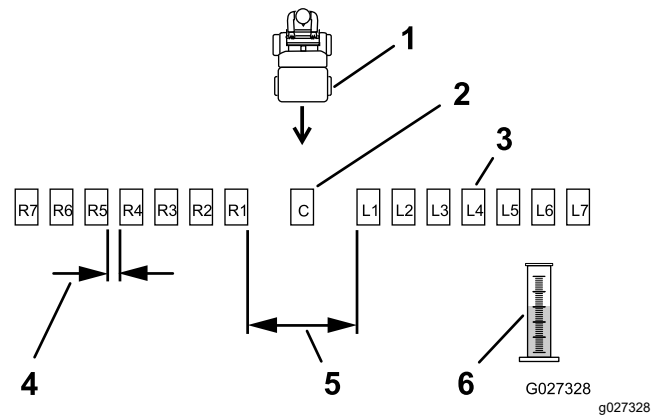
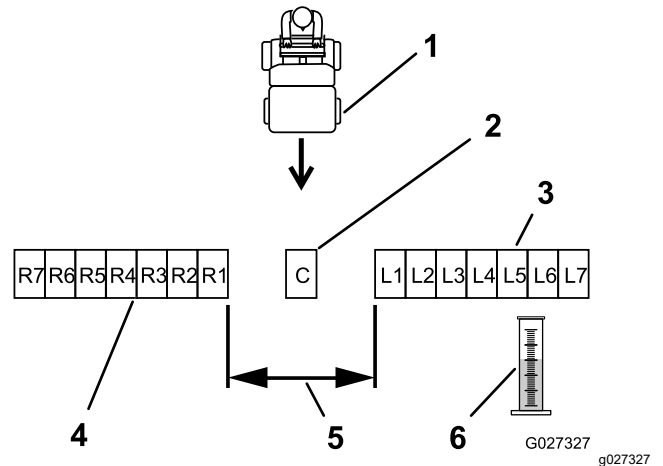

Figura 25
Figura 26
2. Coloque las bandejas restantes en línea recta, como se muestra en la Figura 25 o la Figura 26.
Coloque 6 bandejas más en cada lado, con 30 cm (12") entre ellas (Figura 25).
Coloque 6 bandejas adicionales en cada lado, sin espacio entre las bandejas (Figura 26).
- Etiquete cada cilindro graduado según la bandeja de recogida correspondiente (por ejemplo, L2, L1, Centro, R1, R2...); consulte la Figura 25 y la Figura 26.